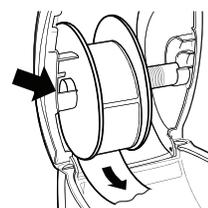
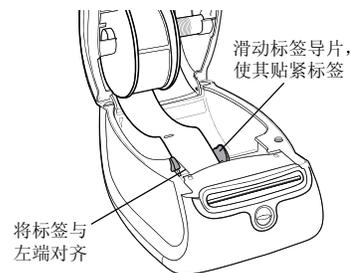

图 3
图 4
- 装载标签时，必须将标签左端贴紧标签送纸槽的左端并插入。请参阅图 4。
本节中的图 3 和图 4 显示的是如何在 LabelWriter 450 打印机内装载标签。而本节的说明则适用于在任何型号的 LabelWriter 打印机内装载标签。
- 6 将标签卷盘插入打印机盖的槽内，并使标签从标签卷的下方伸出。请参阅图 3。
- 7 将标签左端与标签送纸槽的左端对齐，然后将标签插入槽内。请参阅图 4。
- 8 (只限于 450、450 Turbo、Duo 和 Twin Turbo) 向左侧滑动标签导片，直到标签导片与标签右端对齐。请参阅图 4。